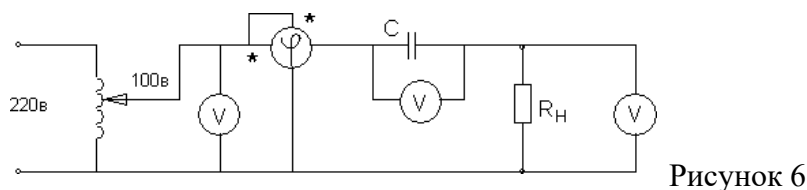

Рисунок 6
4. Собрать схему согласно рис.6. В качестве R использовать лампы накаливания.